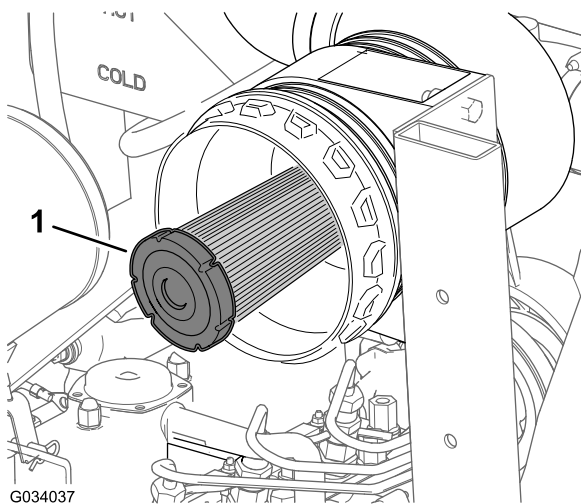

Figura 44
2. Verifique se existe pó ou detritos no filtro de segurança (Figura 44).
Importante: Nunca tente limpar o filtro de segurança (Figura 44). Substitua o filtro de segurança após três operações de manutenção do filtro primário.